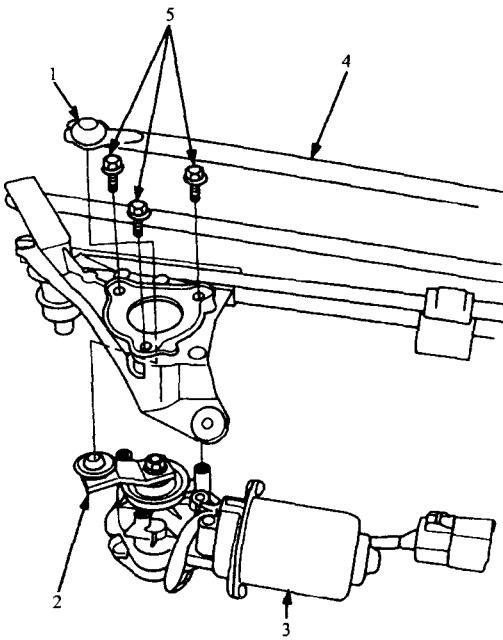

图 1-17 刮水器电动机的安装——
①安装刮水器电动机。
②重新接上接线。
③安装挡风玻璃刮水器、刮水器臂和螺母、盖子。检查后刮水器臂是否漏水。
④安装窗口夹条。
(2) 1994 ~ 1997 年英蒂格拉车型 (图 1-17)